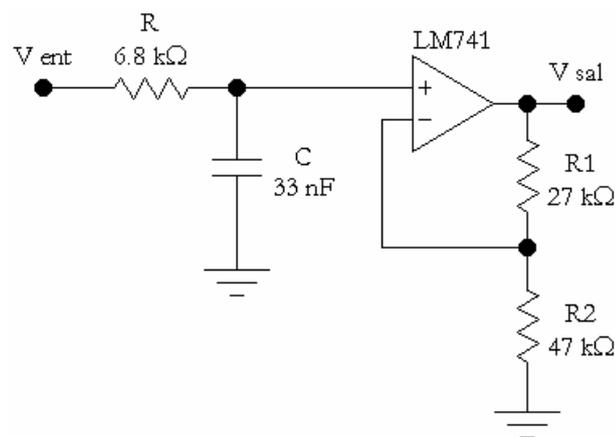

Figura 1
1.1. Armar el filtro pasa-bajo de la Figura 1 alimentando el operacional con +12 y - 12 Volt.
- 1.9. Sin cambiar la frecuencia de corte y empleando los mismos componentes, modificar el circuito de la Figura 1 para que se convierta en un filtro pasa-alto de un polo. Realizar el esquema del circuito.